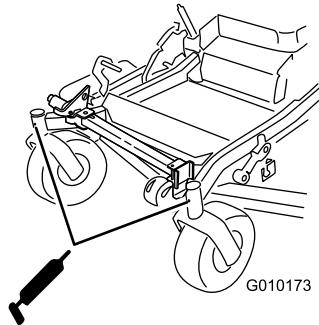

Figura 46
9. Retire el adaptador de engrase del punto de engrase. Instale el tapón hexagonal y la tapa (Figura 46).